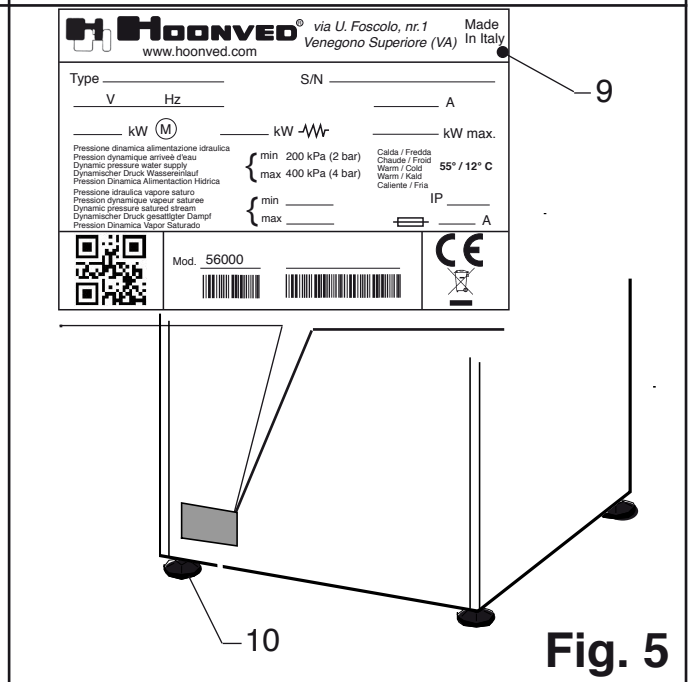

Fig. 5
3.1.c. Conexión eléctrica (Fig.5)
- Antes de realizar la conexión eléctrica es preciso cerciorarse de que los datos de la línea de alimentación coincidan con los indicados en la placa de identificación (pos. 9 fig.5) y que el interruptor general de alimentación eléctrica situado en la parte superior de la máquina esté desconectado "O" OFF.
- Conectar el cable (14) de alimentación eléctrica al interruptor general que se encuentra en la parte superior de la máquina.
- Conectar la placa de conexión a tierra equipotencial al borne (15).